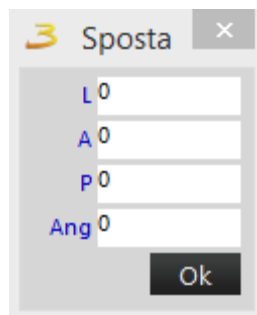

Figura 4.28: Spostamento oggetto
**SPOSTA:** consente di spostare l'elemento selezionato in grafica attraverso l'inserimento dei parametri nella form, figura 4.28;